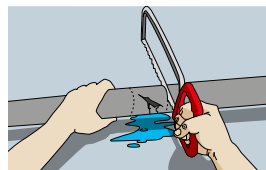

Fig. 38
- Cierre la llave de paso de agua. Si el caño es plástico y la pérdida es importante, córtelo (Fig. 38) y en su lugar coloque un tramo de 20 centímetros de manguera del mismo diámetro del caño en reparación.